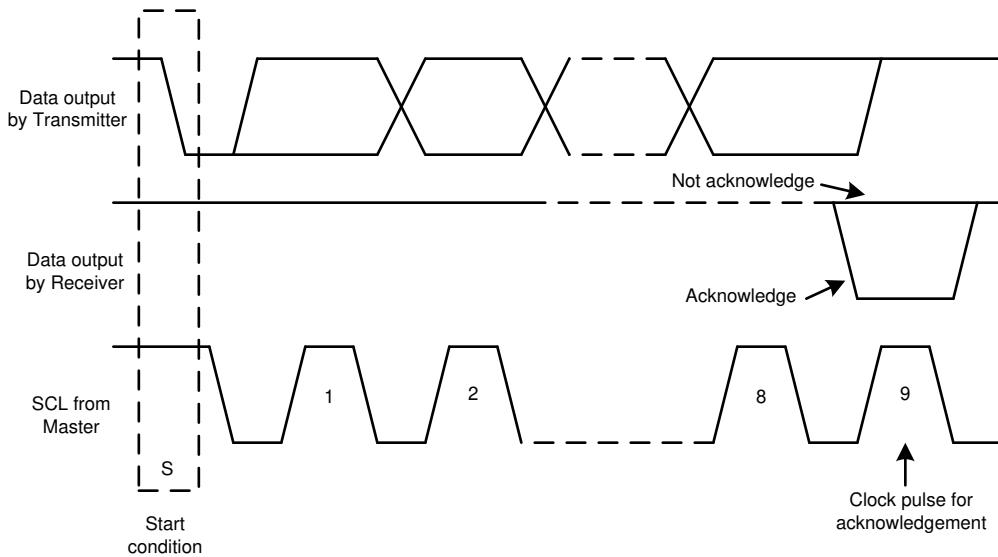
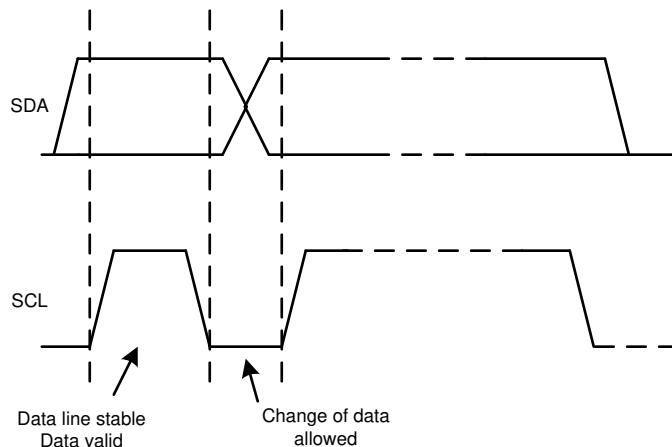

図 56. I²CTM バスの確認応答と否定応答
図 58. I²C™ バスでのビット転送
指定のタイミング信号を除いて、 I^2C^{TM} インターフェイスではシリアル・バイトを扱います。各バイトの最後に、9 回目のクロック・サイクルで確認応答信号が生成および検出されます。確認応答は、9 回目のクロック・サイクルの High 期間中 SDA ラインを Low にすることで行われます。否定応答は、図 56 に示すように 9 回目のクロック・サイクルの High 期間中 SDA ラインを High のまま保持することで行われます。
2. 次に、マスタは SCL パルスを生成し、7 ビットのアドレスと読み取り / 書き込み方向ビット (R/W) を SDA ライン上で送信します。すべての送信中、データが有効であることをマスタは確認します。**図 58** に示すように、データが有効であるためには、クロック・パルスの High 期間全体にわたって SDA ラインが安定している必要があります。すべてのデバイスは、マスタによって送信されたアドレスを認識して、デバイス内部の固定アドレスと比較します。**図 56** に示すように、一致するアドレスを持つスレーブ・デバイスだけが、9 回目の SCL サイクルの High 期間全体の間 SDA ラインを Low にすることで、確認応答を生成します。この確認応答を検出することで、マスタはスレーブとの通信リンクが確立されたことを認識します。